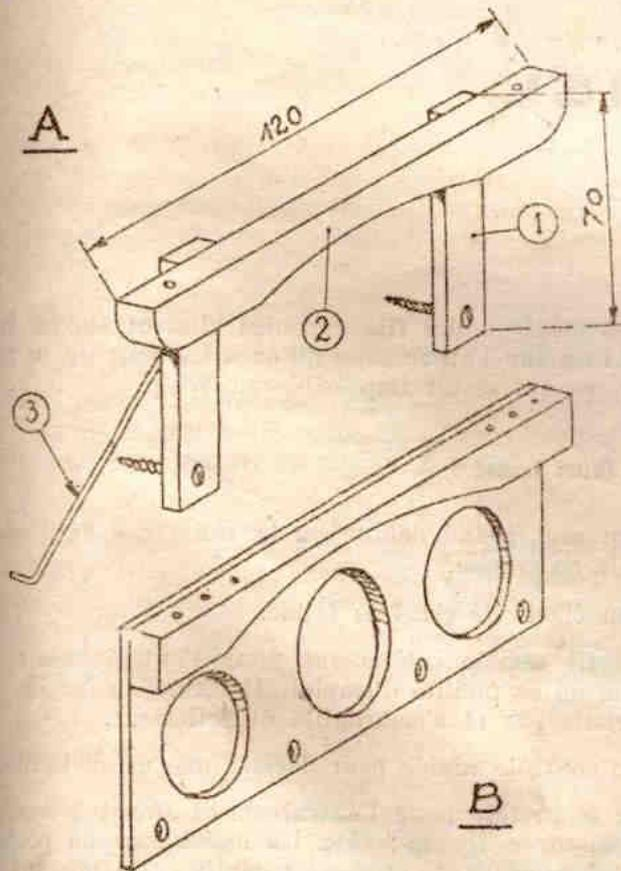

FIG. 26. — Cabane.
1° En forme de parallélogramme déformable A (fig. 26). Les montants (1) sont en bois dur de 12x6 (hêtre, si possible) et les longerons supérieurs (2) en même bois de 12x12. Les pièces (1) et (2) sont assemblées par des vis à bois de 2,5x15 (percez toujours des avant-trous dans le bois dur).
2° En contreplaqué de 3 mm. ajouré (B, fig. 26). Les cotes sont les mêmes. Le réglage de l'aile s'obtient en vissant l'aile plus ou moins en avant sur le longeron supérieur.